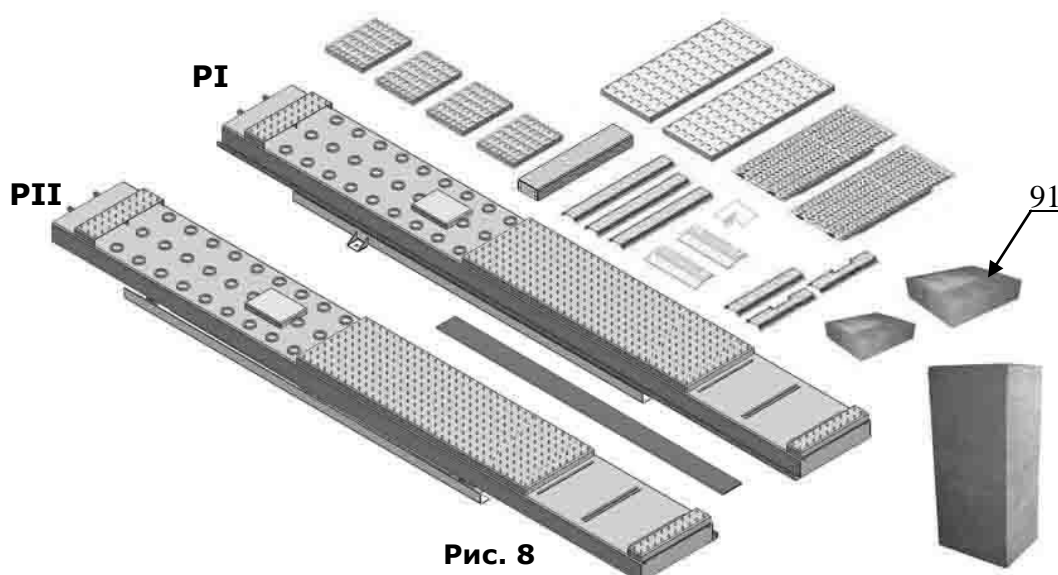

Рис. 8
2.1 Список частей для напольной установки (См. рис.8)